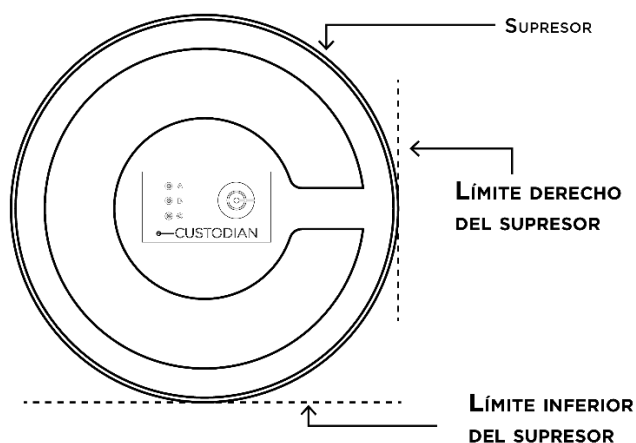

Figura 6 Límites derecho e inferior del supresor.
2. Marcar con gis o lápiz el Límite inferior y derecho del gabinete. Vea la *Figura 6* como referencia